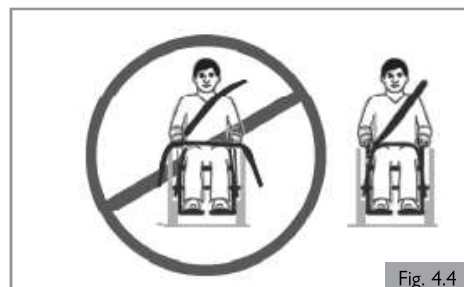

Fig. 4.4
23. Los cinturones de sujeción deben quedar ajustados en su punto más ceñido, siempre que resulte cómodo para el usuario y no dificulte la respiración (Fig. 4.4).